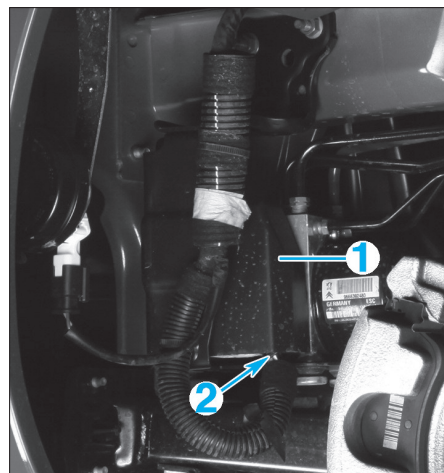

FIG. 25
- la protection (1) du connecteur du calculateur (Fig.25).
- Débrancher le connecteur (2) du bloc hydraulique et écarter le faisceau.